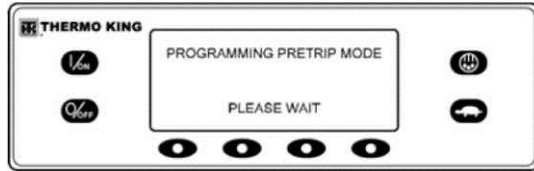

Figura 106: Pré-viagem de Funcionamento
- A segunda linha mede o progresso do teste. O número de testes completados do número total de testes a serem realizados é mostrado. Na Figura 106, a unidade está realizando o Teste 1 de 26 Verificações de Sensor.